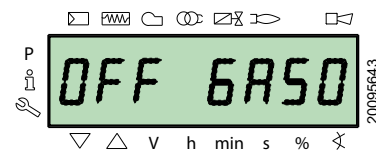

Fig. 42
- motorină „OFF GASO” (Fig. 42)